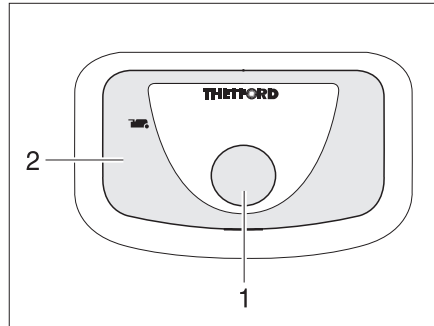

Fig. 381 Bouton pour la chasse d'eau/
- Pour actionner la chasse d'eau, appuyer sur le bouton bleu (Fig. 381,1).
Le voyant de contrôle (Fig. 381,2) s'allume lorsque la cassette Thetford doit être vidée.